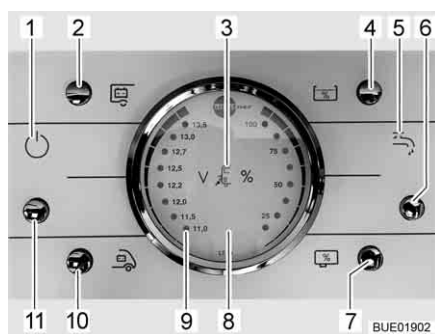

Fig. 167 Panneau de contrôle LT 96
La touche (Fig. 167,11) allume ou éteint le panneau de contrôle et l'alimentation 12 V de la cellule.
Mettre en marche : ■ Appuyer sur la touche (Fig. 167,11) : L'alimentation 12 V de la cellule est assurée. Le voyant de contrôle (Fig. 167,1) s'allume.
Mettre hors service : ■ Appuyer sur la touche (Fig. 167,11) : L'alimentation 12 V de la cellule est coupée. Le voyant de contrôle (Fig. 167,1) s'éteint.
Observer la graduation de gauche sur l'indicateur de charge/de niveau de réservoir (Fig. 167,8). L'indicateur s'éclaire automatiquement dès qu'une touche est pressée.
- Appuyer sur la touche (Fig. 167,10) : La tension de la batterie de démarrage est affichée.
- Appuyer sur la touche (Fig. 167,2) : La tension de la batterie de cellule est affichée.
Observer la graduation de droite sur l'indicateur de charge/de niveau de réservoir (Fig. 167,8). L'indicateur s'éclaire automatiquement dès qu'une touche est pressée.
- Appuyer sur la touche (Fig. 167,4) : Le niveau du réservoir d'eau est affiché.
- Appuyer sur la touche (Fig. 167,7) : Le niveau du réservoir d'eaux usées est affiché.
- Appuyer sur la touche (Fig. 167,6) : L'alimentation en eau est activée. Le voyant de contrôle de la pompe à eau (Fig. 167,5) s'allume.
- Appuyer sur la touche (Fig. 167,6) : L'alimentation en eau est désactivée. Le voyant de contrôle de la pompe à eau (Fig. 167,5) s'éteint.
Le voyant d'alerte rouge "ALARM" (alarme) (Fig. 167,9) clignote dès que la charge de la batterie de cellule descend en dessous de 11 V (mesurée en marche) et qu'il y a risque de décharge profonde des batteries.
Le voyant de contrôle 12 V (Fig. 167,1) s'allume dès que la touche principale 12 V (Fig. 167,11) est enclenchée.
Le voyant de contrôle 230 V (Fig. 167,3) s'allume si l'arrivée du bloc électrique est sous tension de réseau.